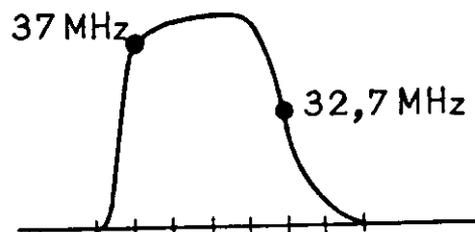

Fig. 2
- Régler le circuit MF du convertisseur avec le tournevis spécial (réf. 571 011), ainsi que le circuit d'entrée MF-UHF sur le rotacteur afin d'obtenir la courbe de la figure 2.